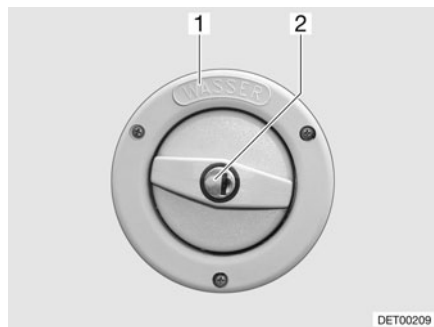

Fig. 155 Tapa de cierre del tubo de llenado de agua potable
El tubo de llenado de agua potable está identificado con el rótulo "WASSER" (agua) (Fig. 155,1). La tapa de cierre se abre y cierra con la llave para las cerraduras de trampa exteriores.
- Introducir la llave en el cilindro de cierre (Fig. 155,2) y girarla un cuarto de vuelta en sentido contrario a las agujas del reloj.
- Abrir el tubo de llenado de agua potable (Fig. 155).